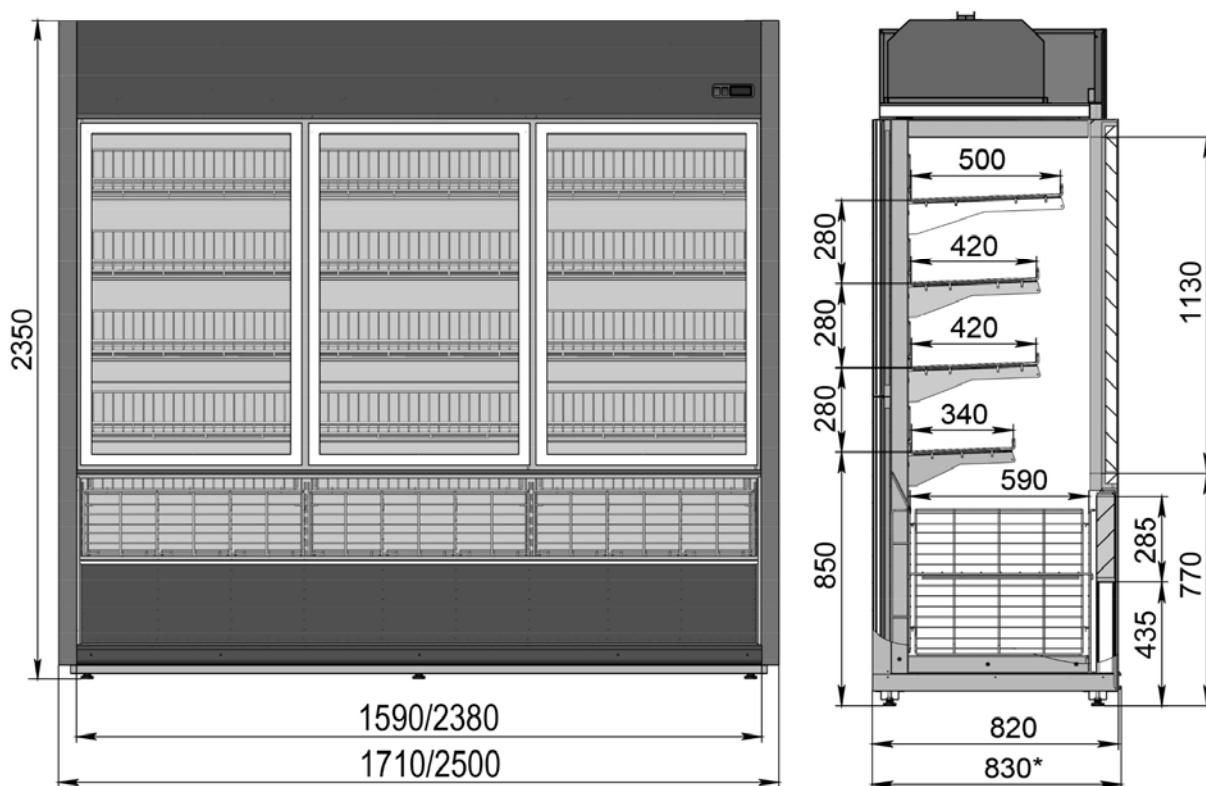

Рис.1. Внешний вид и основные размеры изделия.
- 1.7. Внешний вид и основные размеры изделия представлены на Рис.1